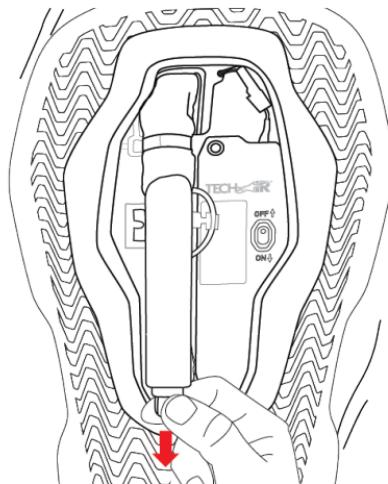

Figura 9: Retirar el Conector del Squib
A continuación, extraer el Inflador de Gas (1) de la Carcasa del Inflador de Gas (4) levantándolo y desconectando el Conector Amarillo del Squib (7) del Inflador de Gas (1), como se muestra en la Figura 9.